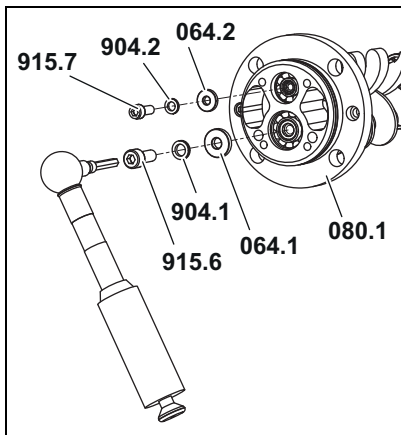

Abb. 14
3. Zylinderschraube **915.6** mit Keilsicherungsscheibe **904.1** und Stützscheibe **064.1** an Messspindel groß **672.1** herausschrauben, siehe Abb. 14, Seite 35.
4. Zylinderschraube **915.7** mit Keilsicherungsscheibe **904.2** und Stützscheibe **064.2** an Messspindel klein **672.2** herausschrauben, siehe Abb. 14, Seite 35.